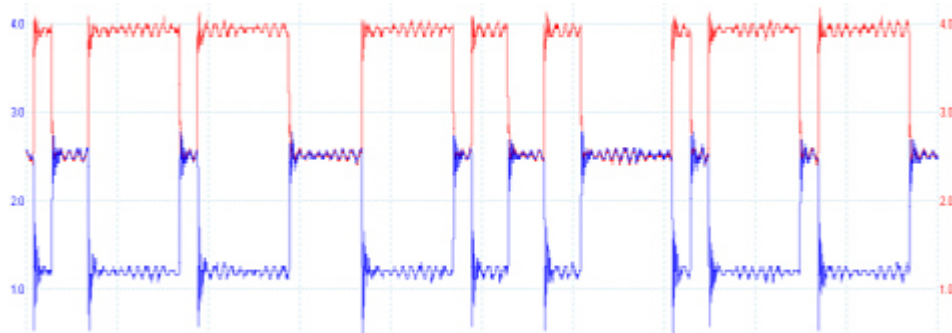

Рис. 13
3. подключите 2 щупа осциллографа к контактам CAN-H и CAN-L (либо в диагностическом разъёме, либо напрямую к шине), при этом GND-контакты осциллографа и CAN-шины должны быть общими, и проверьте наличие сообщений при включенном зажигании ТС (пример сигнал в шине силового агрегата см. рис. 13).